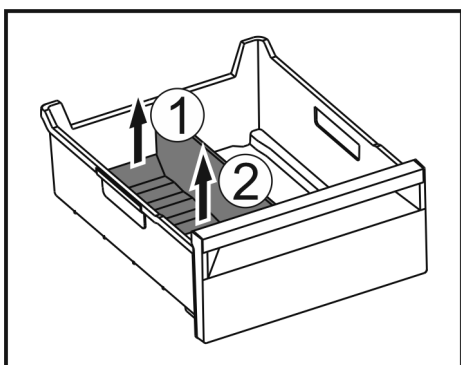

Fig. 144
- ▶ Підняти задню частину перегородки відділення для льоду. Fig. 144 (1)
- ▶ Вилучити перегородку рухом вгору. Fig. 144 (2)